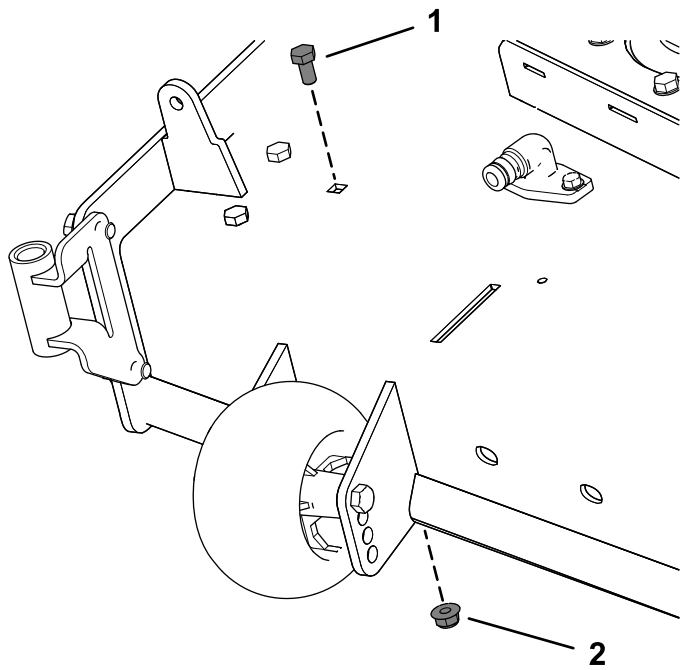

Figura 8
2. Retire o parafuso e porca existentes da plataforma do cortador (Figura 8).
Para plataformas de cortador de 137 cm, retire o parafuso e a porca como se mostra na Figura 8.